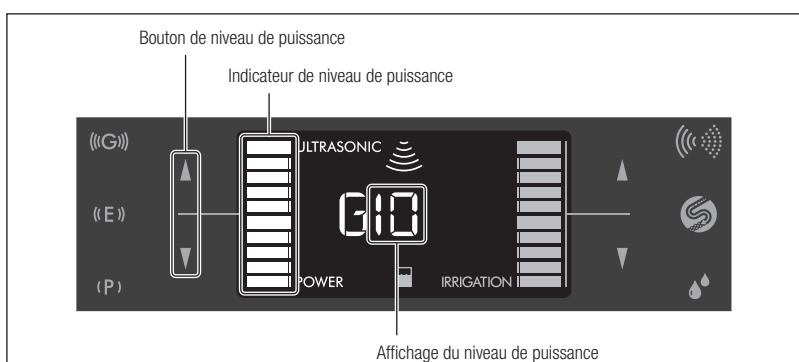

Fig. 20
- Appuyez sur le bouton de niveau de puissance (Δ/∇) pour régler le niveau de puissance. L'affichage et l'indicateur de niveau de puissance augmentent ou décroissent en fonction du niveau sélectionné (Fig. 20).